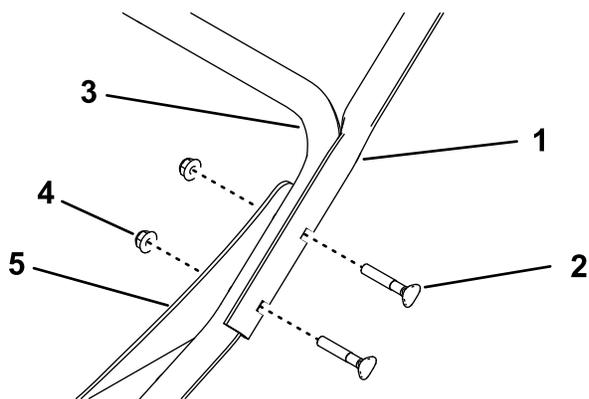

Figura 4
1. Montate i tubi della stegola superiore sulla stegola inferiore e gli ancoraggi utilizzando 2 bulloni della stegola e 2 dadi (5/16") su entrambi i lati della macchina (Figura 4).